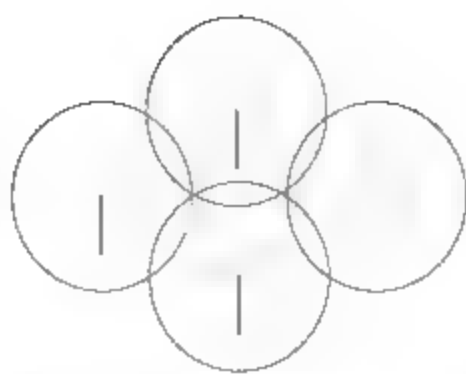

图9-8 绘制三角形
**09** 选择菜单【绘图】|【正多边形】命令,捕捉镜像圆的圆心,绘制一个内切圆半径为1.5的正三角形,如图9-8所示。